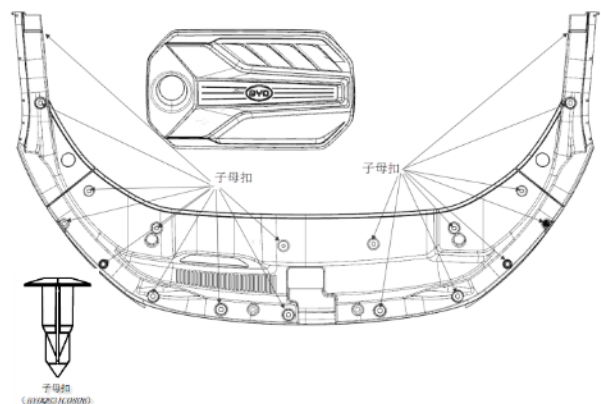

图 2-19
- (1) 打开前舱盖，用一字螺丝刀或其它工具拆卸格栅上盖板与前格栅左右装饰板上的 19 个子母扣；
- (2) 用一字螺丝刀或其它工具拆卸与格栅上盖板上的 15 个子母扣；
- (3) 用一字螺丝刀或其它工具拆卸与前舱左右装饰板上的 4 个子母扣；
- (4) 先将前舱左右装饰板取下，再由后端抬起，将格栅上盖板取下，即完成格栅上盖板与前格栅左右装饰板拆除，双手将发动机装饰板往上抬起，即可拆除发动机装饰板，如图 2-19 所示。